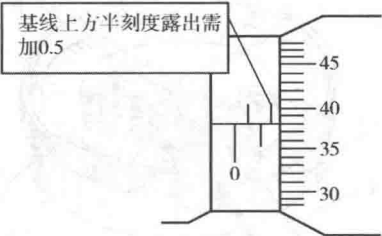

图 1-11 千分尺读数示例
③外径千分尺读数方法:读出微分筒边缘固定套筒的尺寸(固定刻度);看活动套筒上哪一格与固定套筒上的基准线对齐(微分筒刻度);读数=固定刻度+微分筒刻度 $\times$ 精度 0.01。图 1-11 所示为千分尺所表示的尺寸。
千分尺读数举例:如图 1-11 所示,读数=固定刻度 1.5+微分筒刻度(38) $\times$ 精度 0.01=1.88mm。